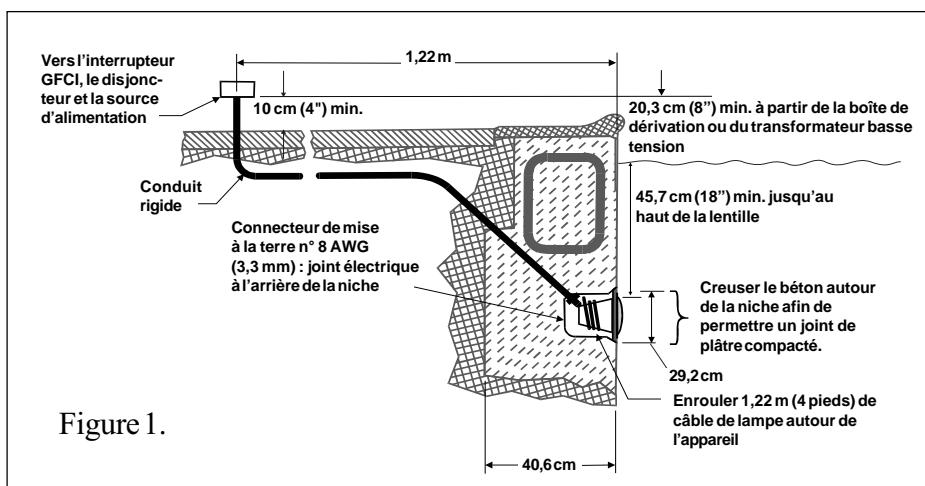

Figure 1.
- Avant que l'appareil d'éclairage ne puisse être installé, l'électricien devra procéder aux préparatifs suivants (cf. figure 1 ci-dessous).
- b. La boîte de dérivation (ou, pour les modèles de 12 volts, le transformateur basse tension) est située à au moins 20,3 cm (8 pouces) au-dessus du niveau du sol et à au moins 1,22 m (48 pouces) du bord de la piscine (cf. figure 1 ci-dessous).
- d. La niche immergée est correctement installée de manière à ce que le bord supérieur de la lentille de la lampe soit à au moins 45,7 cm (18 pouces) au-dessous de la surface de l'eau dans la piscine (cf. figure 1 ci-dessous).
- e. La niche immergée comporte des joints électriques appropriés et est convenablement reliée à la terre au moyen du connecteur de terre n° 8 AWG (3,3 mm) situé à l'arrière de la niche (cf. figure 1).
1. Acheminer le cordon à travers le conduit jusqu'à la boîte de dérivation en laissant au moins 1,22 m (4 pieds) à enrouler autour de la lampe au niveau de l'appareil d'éclairage (cf. figure 1). Ce mètre vingt-deux permet de procéder au remplacement de la lampe une fois la piscine remplie d'eau.
- e. La niche immergée comporte des joints électriques appropriés et est convenablement reliée à la terre au moyen du connecteur de terre n°8 AWG (3,3 mm) situé à l'arrière de la niche (cf. figure 1).
5. Laisser au moins 1,22 m (4 pieds) de cordon à enrouler autour de la lampe (cf. figure 1). Ce mètre vingt-deux permet de procéder au remplacement de la lampe une fois la piscine remplie d'eau.